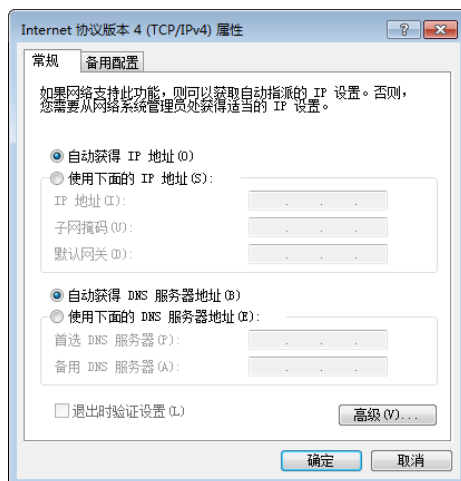

图3-7 本地网卡配置
1. 依次打开 PC 上的“控制面板”>“网络和 Internet”>“网络和共享中心”>“更改适配器配置”，选择对应的网口，将网口配置成自动获取 IP 地址或静态 IP，如图 3-7 所示。确保 PC 与设备在同一个局域网。